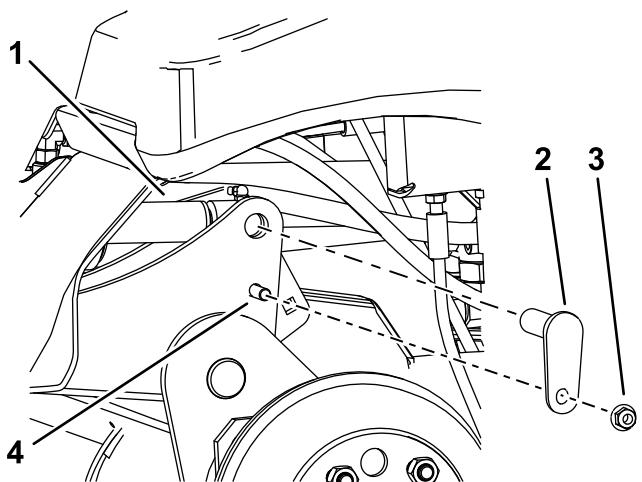

**Bild 9**
- B. Lösen Sie die Schlauchüberwurfmutter, die den Anschluss C1 am Hydraulikverteiler befestigt (Bild 9).